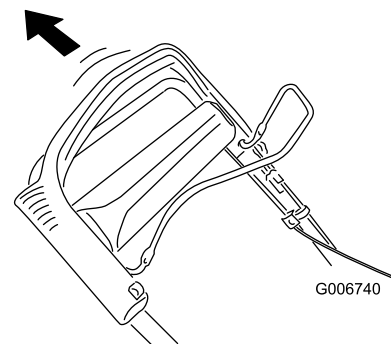

Bild 27
2. Ziehen Sie das obere Handgriffteil so weit wie möglich zurück (Bild 27).